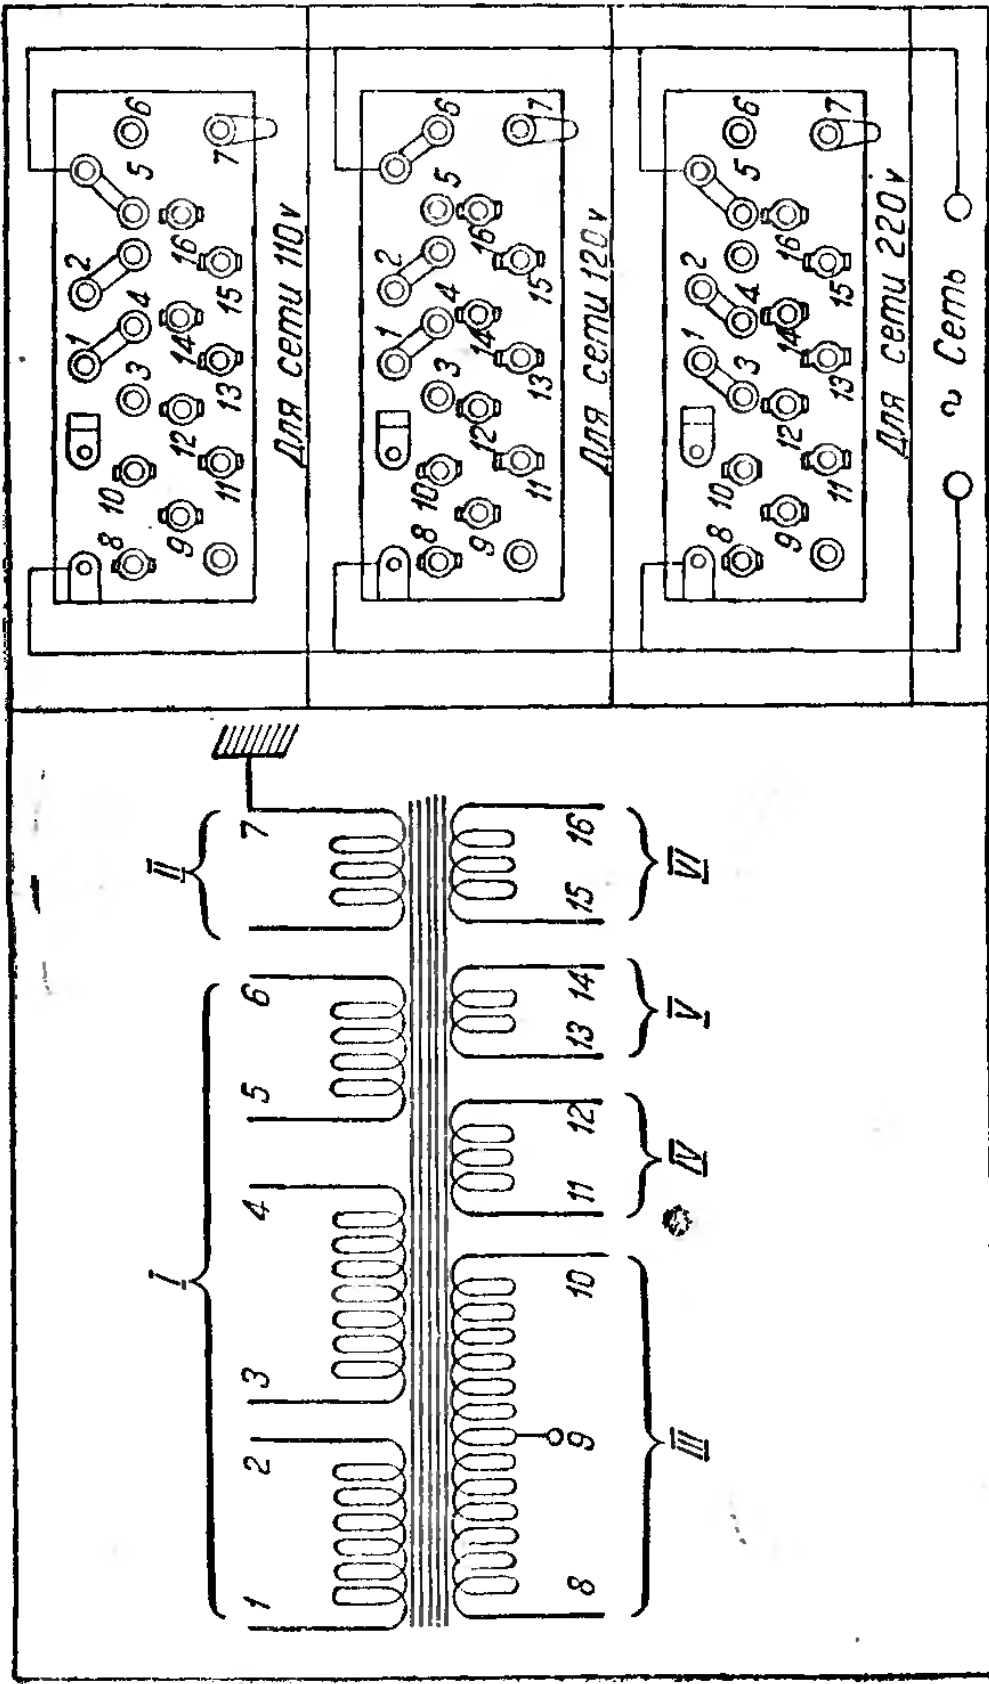

Рис. 80. Схема силового трансформатора з-да „Радиофронт“.
стройки и, наконец, обмотку (VI) для накала ламп приемника (см. рис. 80). Вывод 7 от экранной обмотки нужно заземлять. По электрическим своим качествам этот трансформатор вполне при-